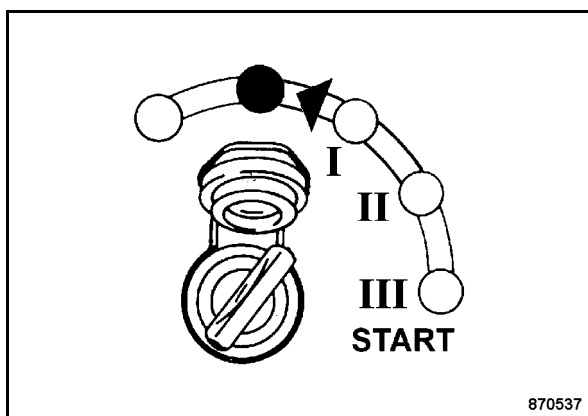

Fig. 81
- Porre l'interruttore di accensione (Fig. 81) in posizione "0" o "P" e togliere la chiave di accensione.